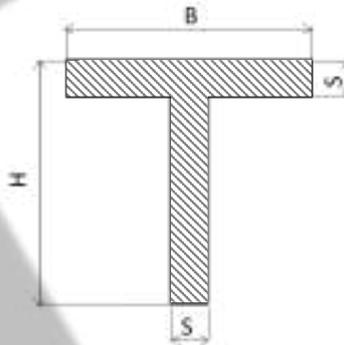

Figura 2: Sezione del profilato (quesito b).
- b. Si vogliono estrarre profilati a T come in Figura 2. Supponendo di lavorare in assenza di attrito, si calcolino il rapporto di estrusione R , la forza di estrusione e la massima velocità dei profilati in uscita v_f sapendo che la potenza massima erogabile dall'estrusore è di $P_{max} = 300 \text{ kW}$. Dati geometrici profilo in figura 2: $B = 40 \text{ mm}$; $H = 40 \text{ mm}$; $S = 5 \text{ mm}$.